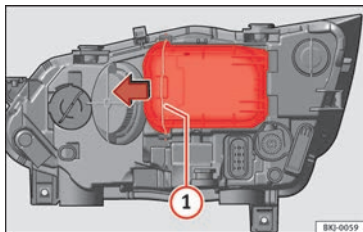

Abb. 111 Im Motorraum: Abdeckung entfernen.
- Verschieben Sie die Strebe » **Abb. 111** ① in Pfeilrichtung und nehmen Sie die Abdeckung ab.